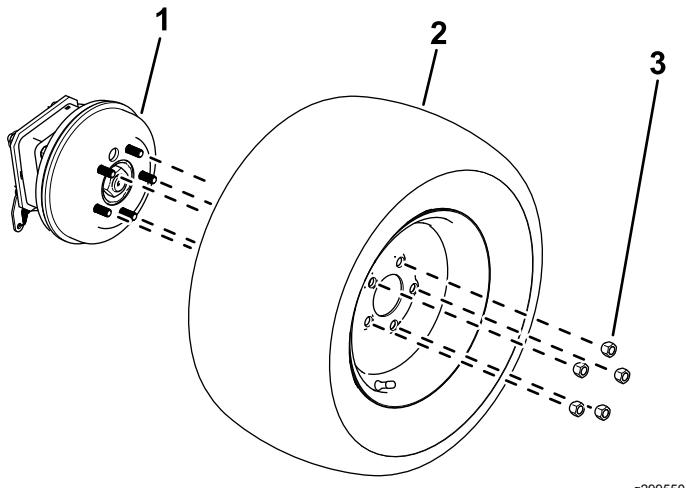

Bild 11
1. Lösen und entfernen Sie die Radmuttern (Bild 11).
2. Nehmen Sie Räder von den Radnaben ab (Bild 11).
1. Verwenden Sie die zuvor entfernten Radmuttern, um die Räder an der Radnabe zu befestigen (Bild 11).